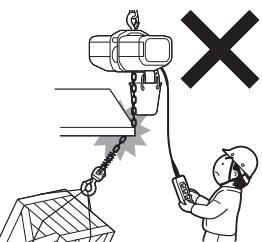
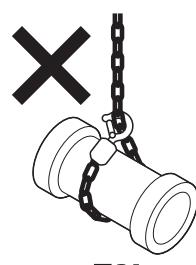

図30
図31
- (9)上下フックに損傷や変形があるものは使用しないでください。
- (10)フックの外れ止め金具が破損した状態では絶対に使用しないでください。
- (11)ロードチェーンを鉄板等の角(鋭利な角)に当てる操作しないでください。(図30)
- (12)ロードチェーンが変形したり傷ついたチェーンブロックは絶対に使用しないでください。
- (13)ロードチェーンを荷に巻き付けて使用しないでください。(図31)
- (14)作業開始前の点検や定期自主検査を必ず実施してください。
- (15)使用前にブレーキの動作を確認し、ブレーキが確実に作動しないときは運転しないでください。
- (16)損傷を受けたり、異音や異常振動がする電気チェーンブロックを運転しないでください。
- (17)ロードチェーンに次の異常があるときは絶対に使用しないでください。
- (18)電気チェーンブロック本体やトロリをストップや構造物に衝突させないでください。
- (19)つり荷をほかの構造物や配線などに引っ掛けないでください。
- (20)使用前(無負荷時)に押ボタンの動作を確認し、押ボタンが円滑に動作しないときは運転しないでください。
- (21)押ボタンスイッチの指示と違う方向に動くときは直ちに運転をやめてください。